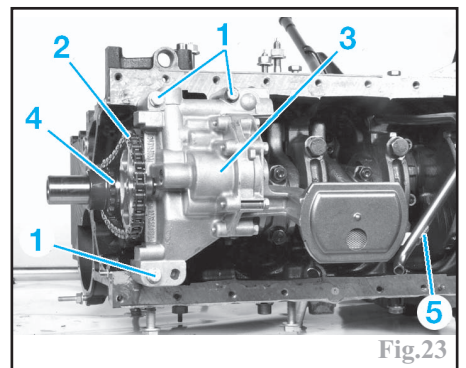

Fig.23
-la vis (5) de la jauge à huile sur la crépine (Fig.23).
-les trois vis (1) de fixation de la pompe à huile.
-la pompe à huile (3) en même temps que la chaîne (2) et le pignon (4).